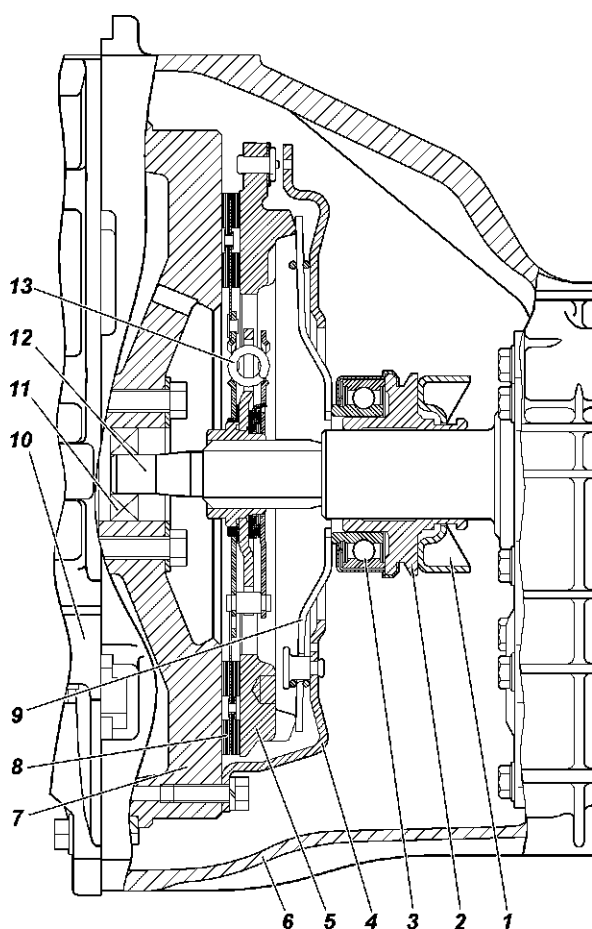
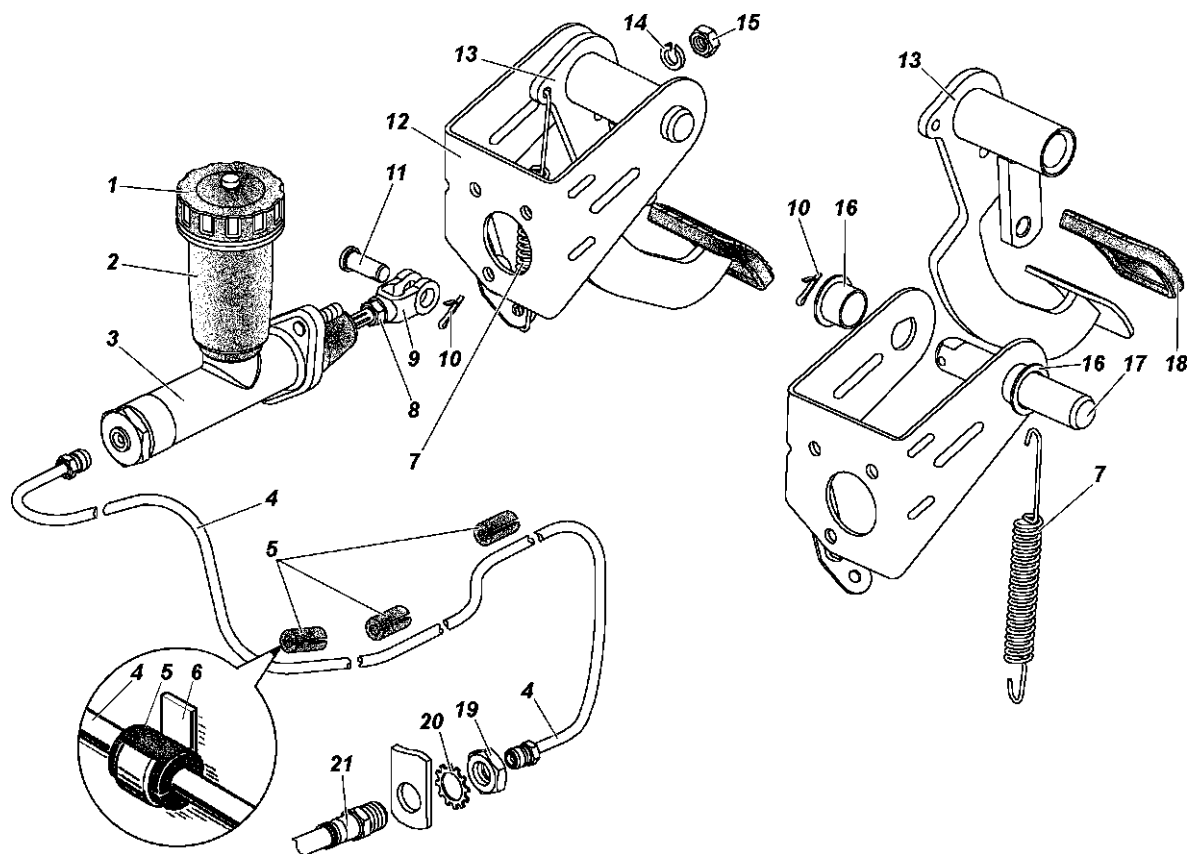

Рис. 5.1. Сцепление:
Рис. 5.2. Привод выключения сцепления (педал, главный цилиндр и трубопровод):
Сцепление (рис. 5.1) автомобиля сухое, одно-дисковое, с центральной нажимной пружиной диафрагменного типа. Привод выключения сцепления (рис. 5.2, 5.3) - гидравлический.
4. Снимите муфту 2 (см. рис. 5.1) с подшипником 3 ивилку 1 выключения сцепления с крышки первичного вала коробки передач.
- снимите натяжную пружину 7 (см. рис. 5.2) педали выключения сцепления;